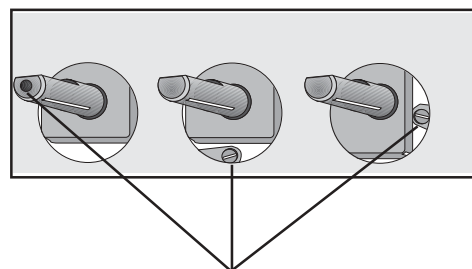

Fig. 8
- Cu ajutorul unei șurubelnițe subțiri, reglați șurubul de by-pass (vezi Fig. 8). Dacă se trece de la gaz lichid la gaz natural, înșurubați până la capăt în sens orar șurubul, până când se obține o flacără mică, regulată. Dacă se trece de la gaz lichid la gaz natural, deșurubați cu aprox. 1/4 tur șurubul by-pass-ului, până când se obține o flacără mică, regulată.